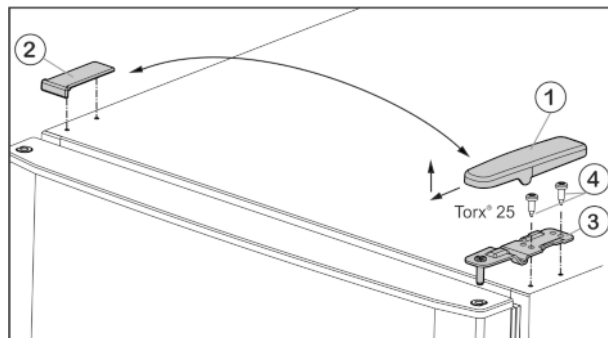

Fig. 4
- ▶ Потяните крышку Fig. 4 (1) вперед и вверх.
- ▶ Снимите крышку Fig. 4 (2).
- ▶ Открутите верхний опорный кронштейн Fig. 4 (3) (2 шт. Torx® 25) Fig. 4 (4) и вытяните вверх.
- ▶ Установите верхний опорный кронштейн Fig. 4 (3) на новую сторону шарнира и защелкните в дверце.
- ▶ Привинтите верхний опорный кронштейн (с моментом 4 Нм) (2 шт. Torx® 25) Fig. 4 (4). При необходимости сделайте отверстия или используйте аккумуляторную отвертку.
- ▶ Наденьте и защелкните крышку Fig. 4 (1) на противоположной стороне снаружи.
- ▶ Также наденьте сверху и защелкните крышку Fig. 4 (2) на противоположной стороне.